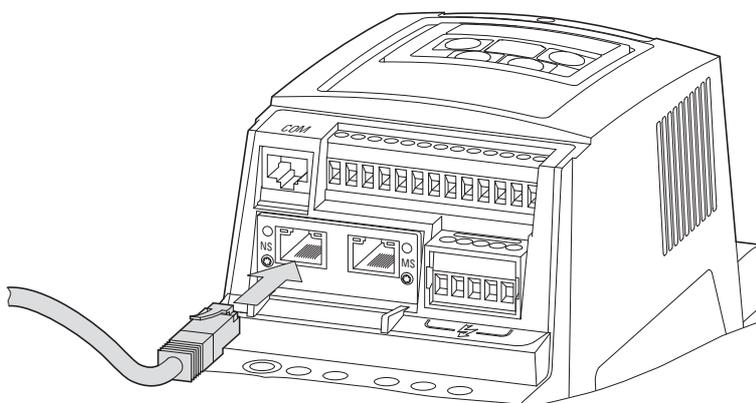

Figura 13: Conexión del conector macho RJ45
- ▶ Conecte el aparato en el lado del PC y de red (conexión del conector RJ45 → Figura 13, Página 20).